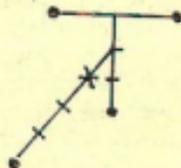

Abb. 37 Bestimmen des mittleren Treffpunktes bei vier Treffern
a) Bei vier Treffern (Abb. 37) ist der mittlere Treffpunkt wie folgt zu bestimmen: